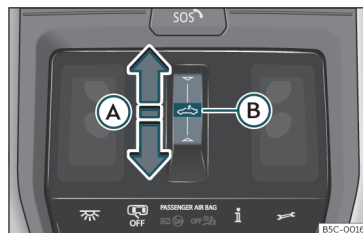

Fig. 92 En el revestimiento interior del techo: tecla del techo de cristal.
- Movimiento automático: deslice el dedo hacia atrás sobre el área funcional ➞ >>> fig. 92 A.
- Antes de que transcurran aprox. 5 segundos desde la activación de la función antiaprisionamiento, deslice el dedo hacia delante sobre el área funcional ➡ » » fig. 92 (A) y mantenga presionado hasta que el techo se cierre completamente.